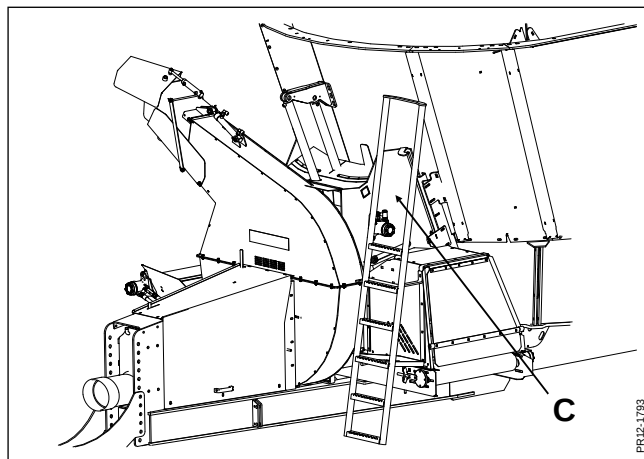
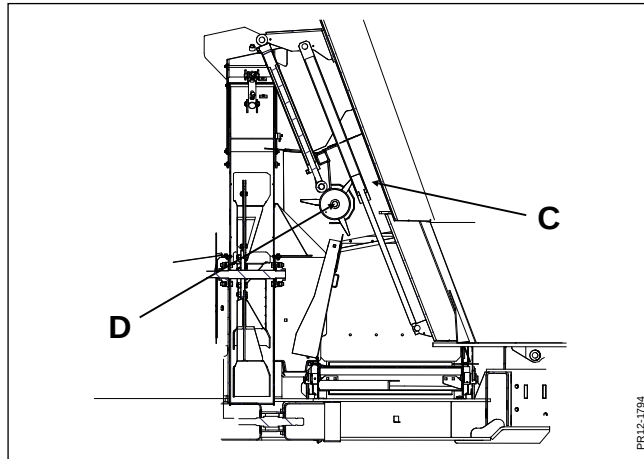

Abb. 2-2
Abb. 2-3
Abb. 2-2 Diese Kombination ist möglich, weil die Dosierwalze (die Einheit) (C) angehoben bzw. abgesenkt werden kann, wobei die Umstellung von Futteraustragung auf Strohverteilung und umgekehrt stattfindet.
Abb. 2-3 Zeigt dasselbe wie Abb. 2-2, aber als Schnittdarstellung in der Längsrichtung der Maschine. Diese Abbildung zeigt die Einstellung für Futteraustragung. Die Dosierwalze (D) kann bei dieser Einstellung nicht rotieren.
- 1) Bevor die Strohverteilung angefangen wird, muss die Dosiereinheit (siehe Abb. 2.2 (C)) abgesenkt werden, indem der Schalter (1) nach links gedrückt wird.
- 2) Das Strohhäufersystem wird angeschlossen, indem der Schalter (2) nach rechts gedrückt wird.
2) Bevor die Futteraustragung angefangen wird, muss die Dosiereinheit (siehe Abb. 2.2 (C)) angehoben werden, indem der Schalter (1) nach rechts gedrückt wird.